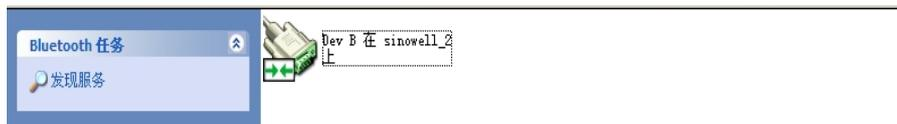

图 15 蓝牙串口连接成功
蓝牙连接成功后，在“我的蓝牙位置”中出现  sinowell\_2 未知: 主要 (31) 图标，双击该图标后，出现“Dev B 在 sinowell\_2 上”图标，如图 15 所示：